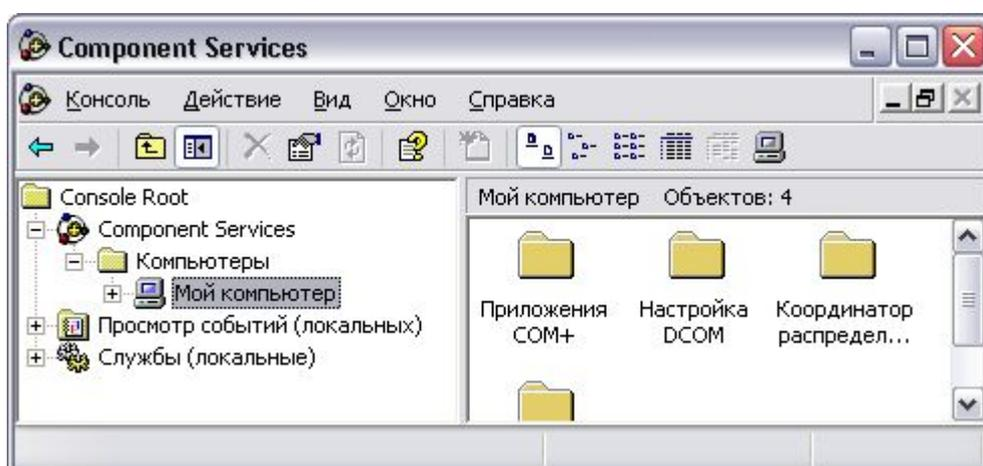

Рис. 8 Настройка DCOM – Component Services
- 1.1. Развернуть узел "Component Services" (Рис. 8):